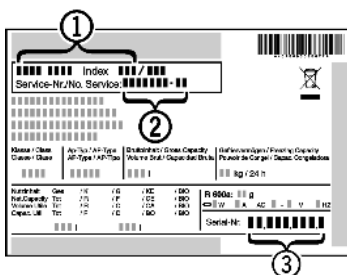

Fig. 14
- ▶ Z nazivne ploščice odčitajte oznako aparata *Fig. 14 (1)*, servisno št. *Fig. 14 (2)* in serijsko št. *Fig. 14 (3)*. Nazivna ploščica se nahaja na levi strani notranjosti aparata.
- ▶ Obvestite servisno službo in jim povejte, za kakšno napako gre, povejte pa tudi oznako aparata *Fig. 14 (1)*, servisno št. *Fig. 14 (2)* in serijsko št. *Fig. 14 (3)*.